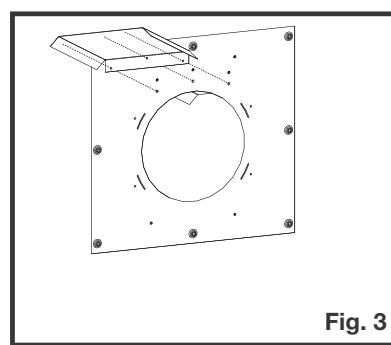

Fig. 3
3. Installez l'autre écran protecteur sur l'autre côté de l'espaceur coupe-feu (**Fig. 3**).